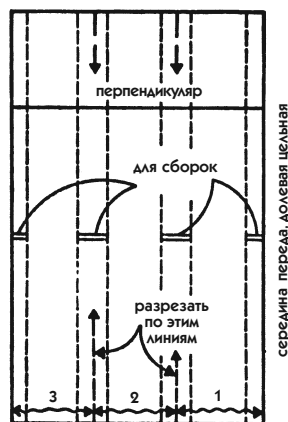
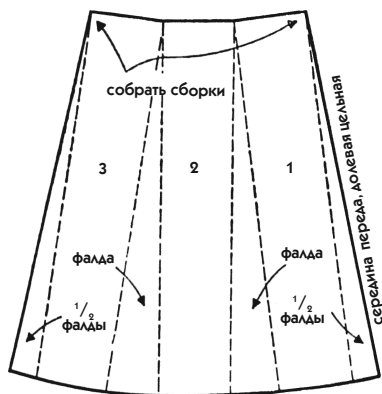

Рис. 182
Рис. 183
4. Разрежьте пронумерованные полосы. Положите их на другой лист бумаги и равномерно раздвиньте, как на рис. 182, чтобы получить необходимую ширину сборок. Детали перемещайте, руководствуясь предварительно начерченным перпендикуляром.
6. Вверху и внизу достаточно соединить каждую деталь, как показано на рис. 182.
7. Теперь надо разрезать второе подготовительное лекало на равные полосы. Для этого сначала в середине каждого промежутка между пронумерованными полосами проведите прямую линию, показывающую местоположение фалды, а затем разрежьте лекало по ним (см. на рис. 182 пунктирные линии, заканчивающиеся стрелками). Не забудьте, что для разрезания вы должны сделать другое лекало.
8. Полученные новые детали (полосы 1, 2, 3 на рис. 182) положите на новый лист бумаги и сделайте фалды, как показано на рис. 183 (для нашего примера прибавлено 18 см, то есть по 6 см на полную фалду).
9. Обведите контуром каждую деталь, затем проведите четкие внешние контуры лекала, по низу начертите плавную изогнутую линию, проходящую через концы полос (рис. 183). Обозначьте срединную линию и направление долевой нити, не забудьте отметить вдоль верхней линии, на сколько следует стянуть сборки.